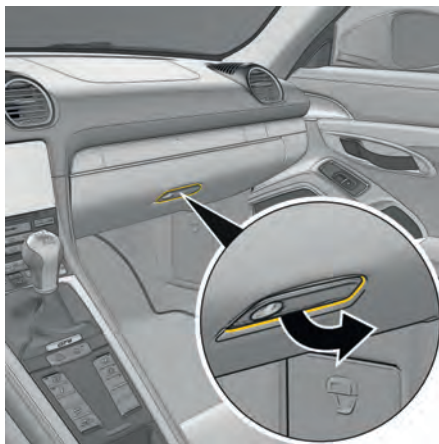

Fig. 183 : Ouverture de la boîte à gants
- ▶ Tirez la poignée (fig. 183) et ouvrez le couvercle.